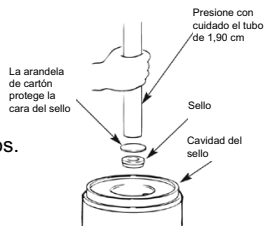

Figura 12: si es necesario, presione con un cartón y un tubo
7. Si el sello no encaja correctamente después de volver a limpiar la cavidad, coloque una arandela de cartón sobre la cara del sello pulida y presione con cuidado en el lugar usando como prensa una pieza del tubo estándar limpio de 3/4". (consulte la figura 12).